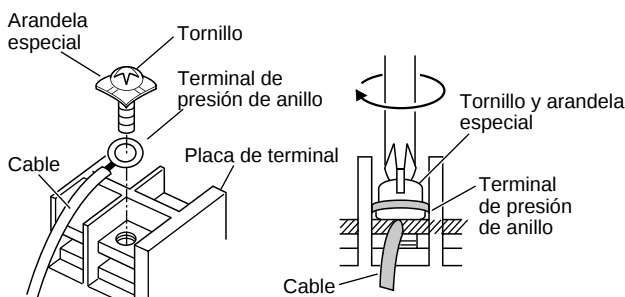

Fig. 5-6
- (2) Utilizando un destornillador de cabeza Phillips, extraiga los tornillos del terminal de la placa de los terminales.
- (3) Utilizando un fijador de conector de anillo o alicates, fije con seguridad cada extremo del cable trenzado con un terminal de presión de anillo.
- (4) Ponga el tornillo del terminal extraído a través del terminal de presión de anillo y vuelva a colocar y a apretar el tornillo del terminal con un destornillador. (Fig. 5-6)